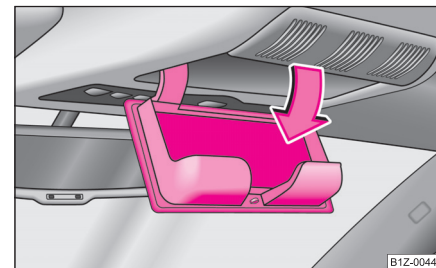

Fig. 96 Imagine din plafon: Compartimentul pentru ochelari
– Apăsați capacul compartimentului, compartimentul se va deschide ⇒ fig. 96. ▶